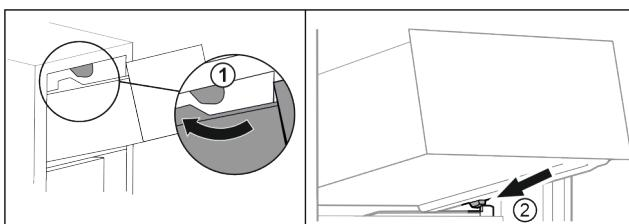

Fig. 132
- Schubfach um die oberen Stopper herumführen. Fig. 132 (1)
- Schubfach schräg hinter den unteren Stopfern auf Behälterrippe aufsetzen. Fig. 132 (2)